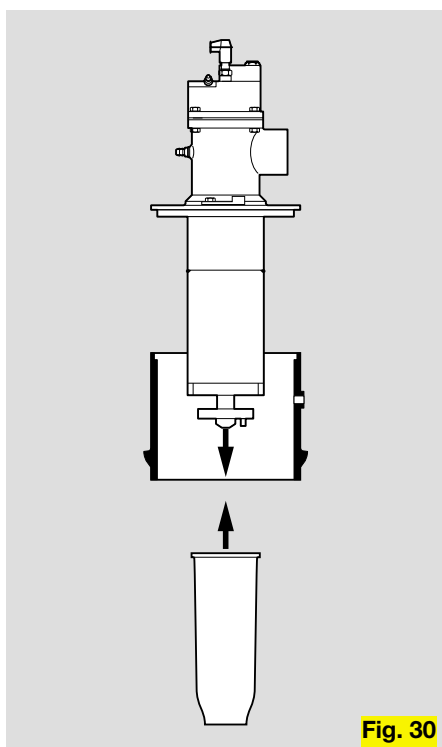

Fig. 30
Modifizierte BIC-Brenner in den Größen 50–100 in Verbindung mit einem **Schürlochgehäuse SLG** als Schürlochbrenner für die Deckenbefeuern von Tunnelöfen in der Keramikindustrie (Fig. 30). Die Leistungsdaten entsprechen denen der BIC(A)-Brenner.
Modified BIC burners in sizes 50-100 in conjunction with a **pot housing SLG** as pot burner for roof firing of tunnel kilns in the ceramics industry (Fig. 30). The performance data corresponds to that for the BIC(A) burners.
Brûleurs BIC modifiés, dans les tailles 50-100, en association avec un **corps brûleur d'orifice d'alimentation SLG**, pour une utilisation en tant que brûleur d'orifice d'alimentation pour une combustion en voûte dans les fours tunnels de l'industrie céramique (Fig. 30). La puissance correspond à celle des brûleurs BIO(A).